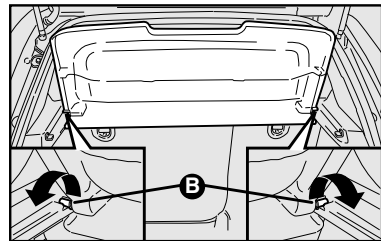

fig. 94
2) Desencaixar os pinos de articulação da cobertura do porta-malas **B-fig. 94** de suas sedes e removê-la.